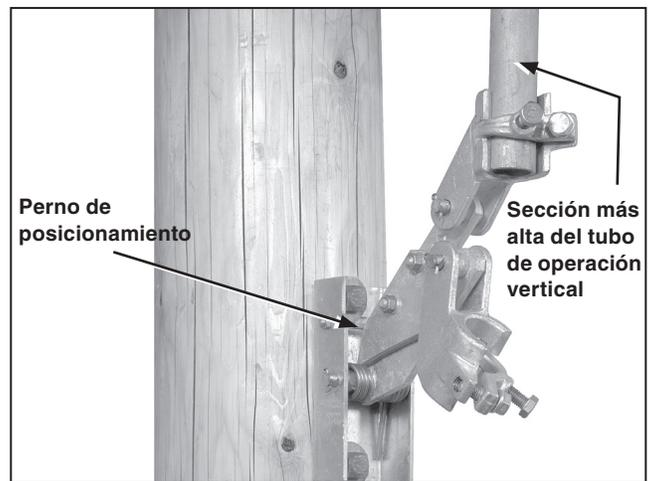

Figura 17. Instalación de la sección más alta del tubo de operación en la guía para varilla.
PASO 15. Instale la sección superior del tubo de operación entre la palanca angular y la guía de la varilla más alta con el brazo de la guía de la varilla apuntando hacia arriba en un ángulo de 45 grados. Ver Figura 17. Siga las instrucciones en la sección “Instalar los Coples del Tubo con Tornillos Perforantes de Sujeción” en la página 13.
PASO 21. Remueva el perno de posicionamiento de 45 grados a cada guía para varilla. Ver Figura 17 en la página 15.